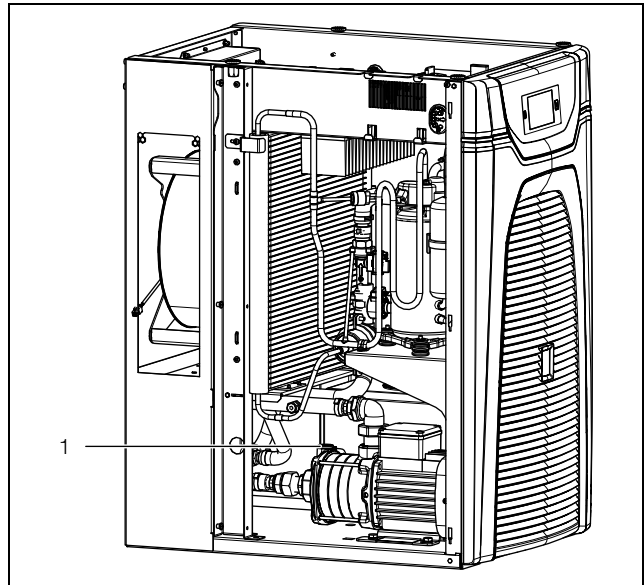

Fig. 39: Spurgare la pompa del mezzo frigorifero
- Spurgare la pompa del fluido frigorifero (quando non è in funzione) allentando la vite di sfiato (fig. 39, pos. 1).